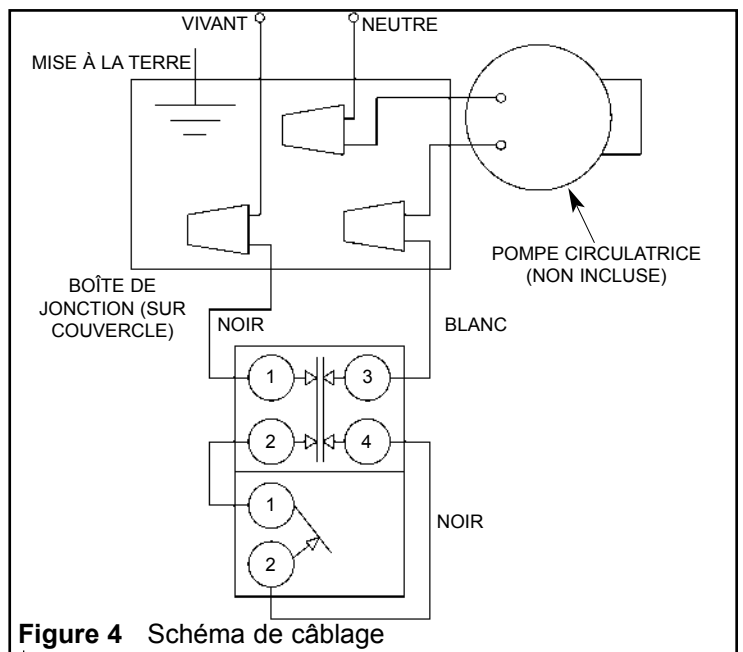

Figure 4 Schéma de câblage
2. Raccordez la pompe circulatrice en série avec le thermostat, tel qu'illustré à la Figure 4.